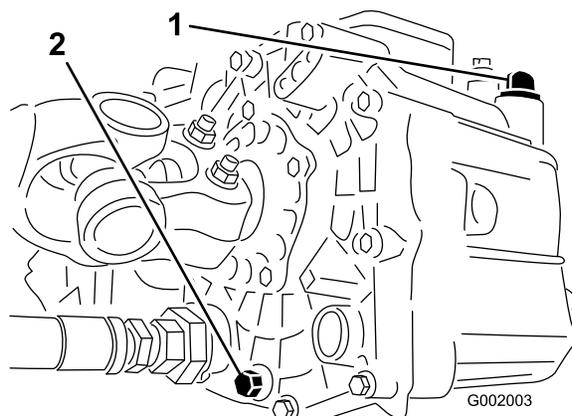

図 55
3. 油圧オイルタンク側面にあるドレンプラグを取り外して流れ出すオイルを大きな容器で受ける 図 55。